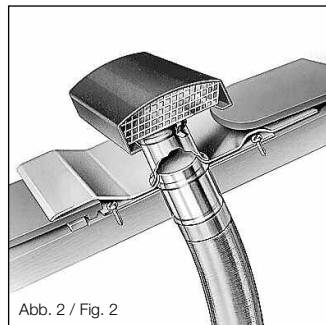

Abb. 2 / Fig. 2
Unclip and remove the hood and form the flashing sheet (2) to fit the tile profile (avoid any folds). Position the spigot at 90° to the roof surface. If installing the DDF on a tiled roof secure the DDF at points A and B with additional battens. Position the hood so that the grilles are parallel to the roof pitch (see fig. 2). Models from Ø 200 mm and larger have a metal sheet underneath the flashing (2) to additionally secure the unit with nails or screws. The connection between DDF and ducting (3) must be sealed to prevent leakage. Condensation must be avoided (with the use of insulation where possible) or drained off in a safely controlled way.
Après avoir retiré le capot pare-pluie (1) maintenu par des clips, former la feuille de plomb (2) de façon à épouser les reliefs, en évitant les abords du sertissage. S'il s'agit d'une couverture tuile, il est souhaitable de réaliser un calage dans le sens des liteaux afin de supporter la feuille de plomb en A et B. Le capot pare-pluie doit être installé avec l'écoulement d'air perpendiculaire à la pente du toit (voir fig. 2).